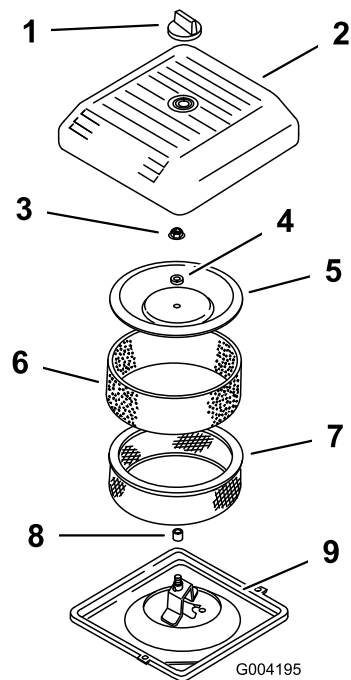

Figura 144
3. Desaperte o botão e retire a cobertura do filtro de ar (Figura 144).
4. Faça deslizar cuidadosamente o filtro prévio de esponja do elemento de papel (Figura 144).
5. Desaperte a porca da cobertura e retire a cobertura, o espaçador e o filtro de papel (Figura 144).